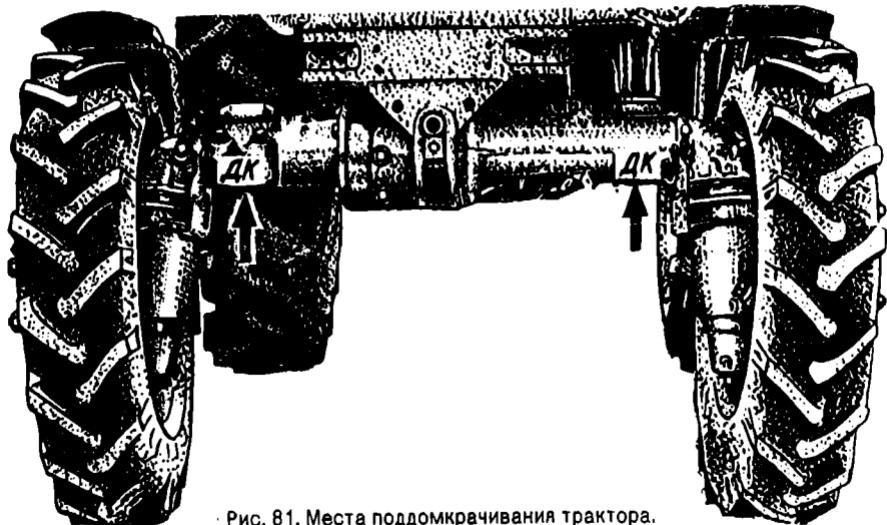

Рис. 81. Места поддомкрачивания трактора.
9.4.2. Поддомкратывайте трактор до отрыва шин от опорной поверхности на 8–10 см. Установите подставки под переднюю ось и рукава конечных передач (рис. 81).